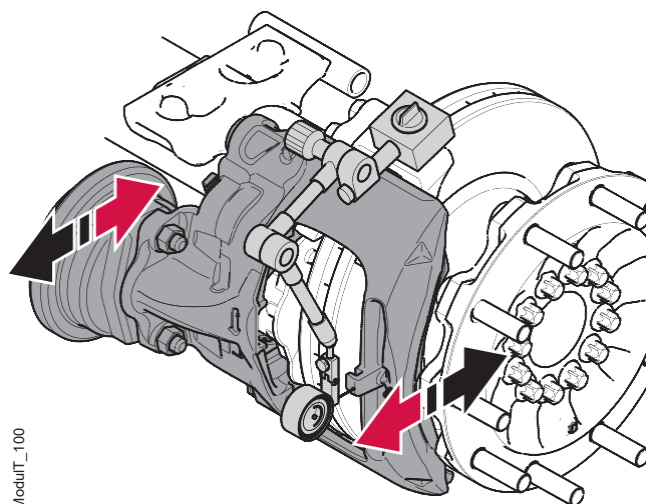

Figura 92. Folga medida pela pinça de freio
3. Incline a pinça de freio conforme as setas pretas na Figura 92 (não é necessária força elevada).
5. Agora incline a pinça de freio conforme as setas vermelhas na figura 92 e leia o jogo medido no indicador de discagem.